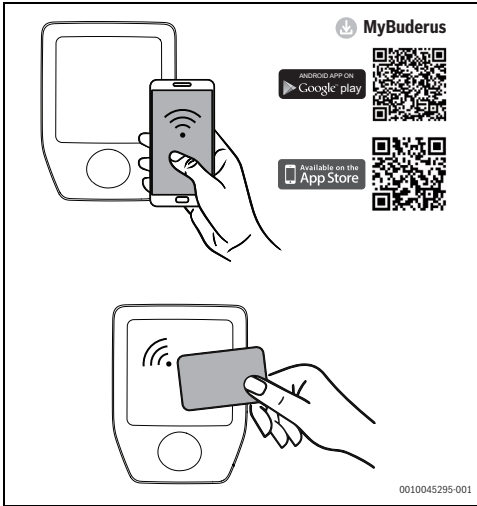

Bild 24 Authentifizierung über RFID-Karte
- ▶ Die Logavolt mit der RFID-Karte, der App oder über die externe Sperreinrichtung entsperren. Dieser Schritt ist optional (→ Abb. 24 und 23, Seite 19).